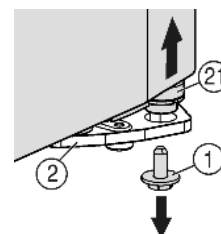
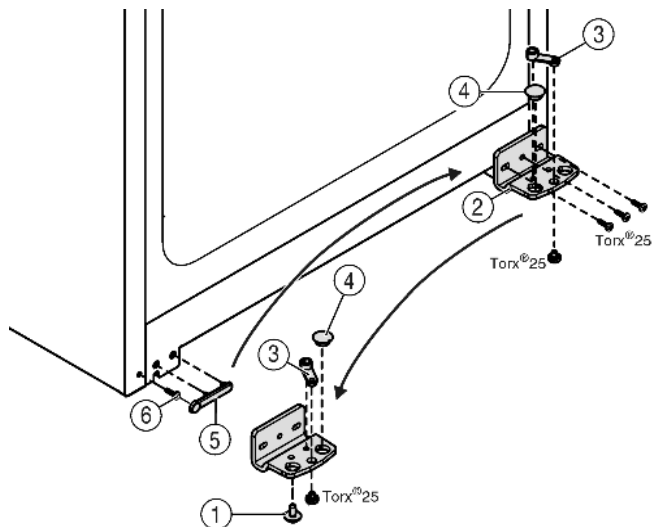

Fig. 5
Fig. 6
- ▶ Внизу справа на опорном кронштейне выкрутите фиксирующий винт Fig. 5 (1).
- ▷ Опорный палец Fig. 5 (21) можно извлечь из опорного кронштейна Fig. 6 (2).
- ▶ Если установочный винт Fig. 5 (21) не откручивается, его можно вынуть, нажав на него снизу.
- ▶ Открутите опорный кронштейн Fig. 6 (2).
- ▶ Открутите опорную деталь Fig. 6 (3) и, переставив в отверстие на противоположной стороне опорного кронштейна, снова прикрутите.
- ▶ Извлеките заглушку Fig. 6 (4) из опорного кронштейна и переставьте ее в отверстие на противоположной стороне опорного кронштейна.
- ▶ Осторожно снимите крышку со стороны ручки Fig. 6 (5).
- ▶ Выкрутите болт Fig. 6 (6) и вкрутите на противоположной стороне.
- ▶ Снова установите крышку Fig. 6 (5).
- ▶ Снова прикрутите опорный кронштейн Fig. 6 (2) на новой стороне шарнира (с моментом 4 Нм). При необходимости используйте аккумуляторный шуруповерт.
- ▶ Вкрутите фиксирующий винт Fig. 5 (1) вниз в опорный палец и затяните (с моментом 4 Нм).